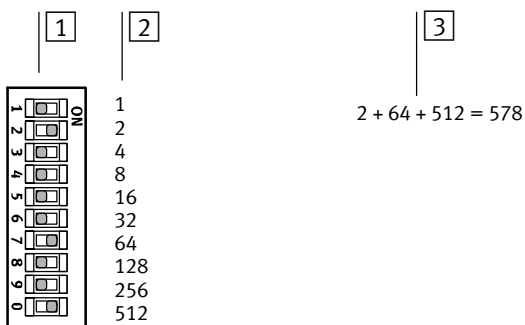

Fig. 2/2: Interruptor DIL de 10 elementos para ajustar la dirección PROFIsafe; con codificación binaria
3. Ajustar la dirección PROFIsafe con codificación binaria en el interruptor DIL de 10 elementos → Fig. 2/2.